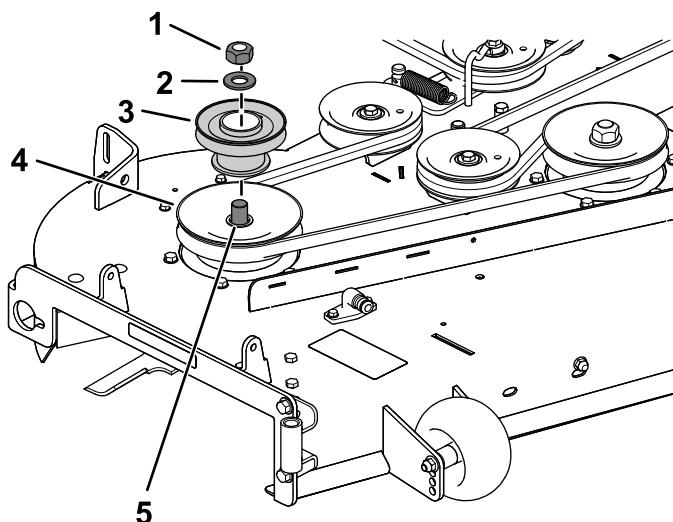

Figura 11
- Instale o conjunto da polia na polia direita da plataforma do cortador com a porca e anilha previamente removidas (Figura 11).